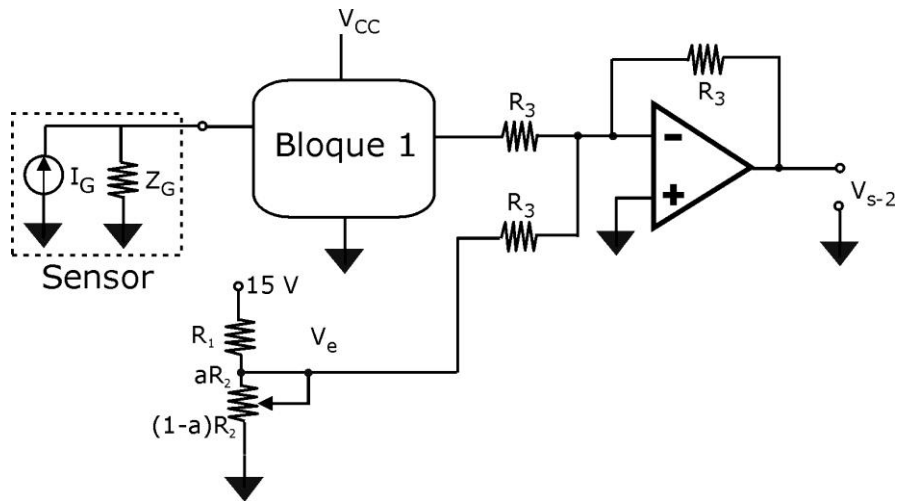

Figura 19-2
3. Se quiere obtener una tensión de salida ( $V_{s2}$ ) comprendida entre 0 y -5 V, para ello el sistema anterior se conecta al circuito de procesamiento mostrado en la Figura 19-2. Suponiendo la impedancia de la fuente ideal, calcular la tensión de salida del circuito. ¿Qué observas a vista de la expresión de la tensión de salida? ¿Qué harías al respecto, introducirías algún otro bloque?